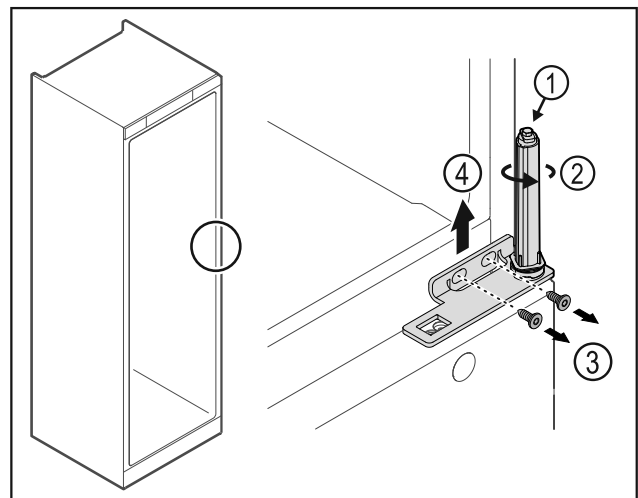

Fig. 27
- ▶ Μην αποσυναρμολογείτε το σύστημα κλεισίματος πόρτας Fig. 27 (1).
- ▶ Περιστρέψτε το σύστημα κλεισίματος Fig. 27 (2), μέχρι να κάνει κλικ.
- ▶ Λύστε τις βίδες Fig. 27 (3), αφαιρέστε τη γωνία μεντεσέ προς τα επάνω Fig. 27 (4).